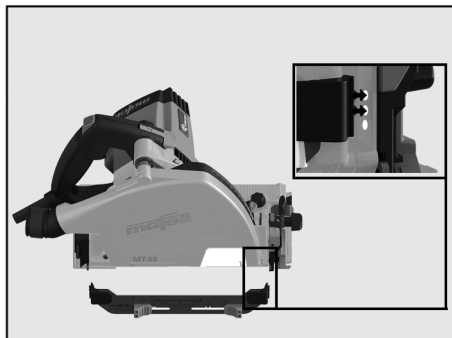

Fig. 85: Encajar el indicador de posición, en trabajos sin carril guía:
- Sin riel guía, utilizar los dos orificios superiores (ver fig. 85).